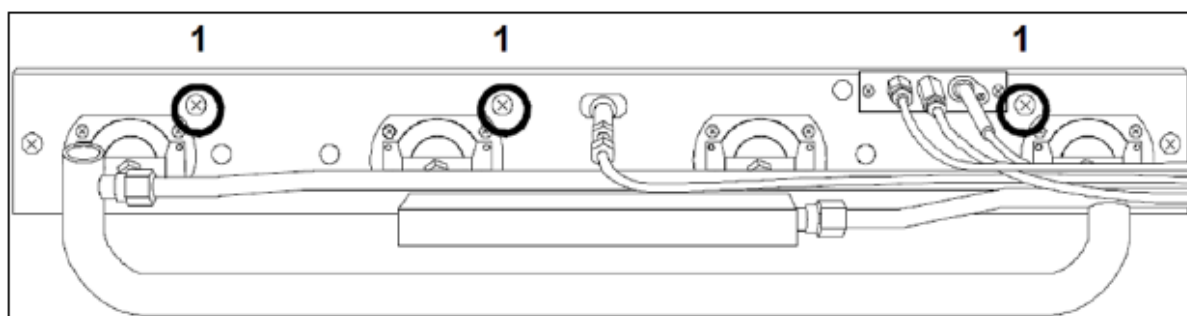

FIG.17
- Draai de 3 schroeven los die de brandersteun op zijn plaats houden (FIG.17-Ref.1);